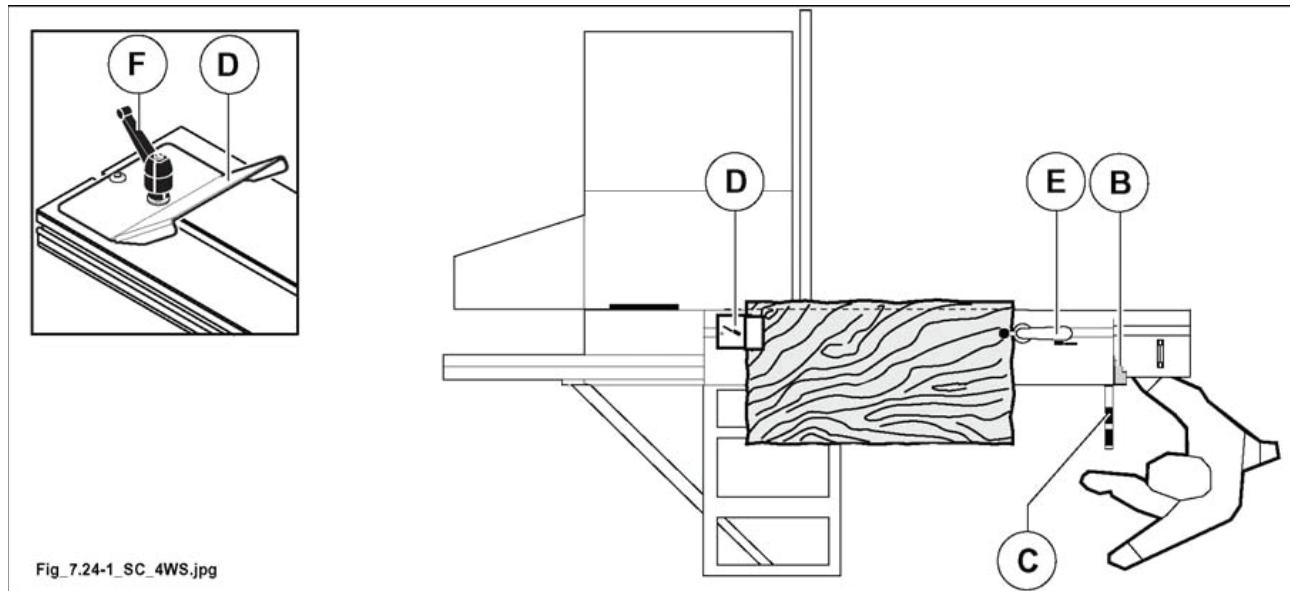

Рис. 7.24-1
При обработке панелей большого размера расположить телескопическую линейку и раму для форматной обрезки в положении для толчка (см. рис. 7.24-1); при таком положении получается максимальная длина пиления.
- Полностью открыть вагон, как указано на рис. 7.24-1 и заблокировать при помощи рычага (В рис. 7.24-1).
- Опереть элемент для резки на вагон и на раму, как указано на рис. 7.24-1.
- Ослабить ручку (F рис. 7.24-1) и осуществить скольжение упора из черепицы (D рис. 7.24-1) в паз, чтобы привести его в положение, противоположное элементу.
- Зажать ручку (F рис. 7.24-1).
- Приблизить группу прессовщика (E рис. 7.24-1) к элементу.
- Разблокировать вагон, воздействуя на рычаг (В рис. 7.24-1).
продвинуть элемент к лезвию (уже установленному в нужной высоте), толкнув вагон при помощи поручня (С рис. 7.24-1).